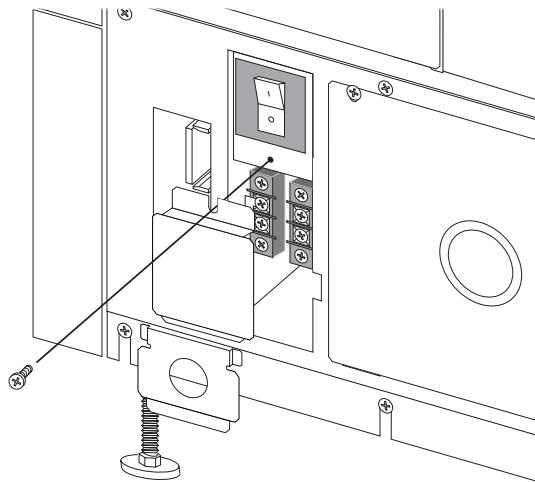

Рис. 4-8 Удаление панелей проводной разводки выключателя дистанционного аварийного отключения питания
1. Смотри рис. 4-8. Удалите винты,держивающие панель доступа, состоящую из двух частей и расположенную в задней части комплекса силовой защиты. Удалите панель. Поместите винты и части панели в стороне от шкафа комплекса силовой защиты.